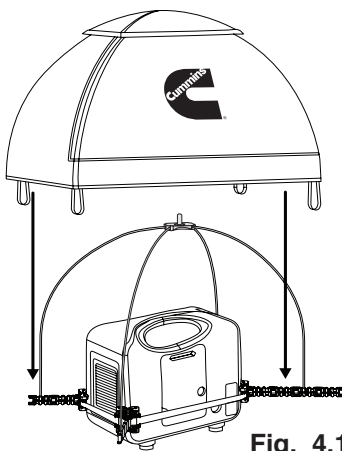

Fig. 4.1
- b. Placez l'auvent GenTent sur les tiges du cadre. Centrez le capuchon supérieur sur la broche du connecteur central. (Fig. 4.1) Assurez-vous que la couverture de l'auvent GenTent est généralement égale et de niveau.